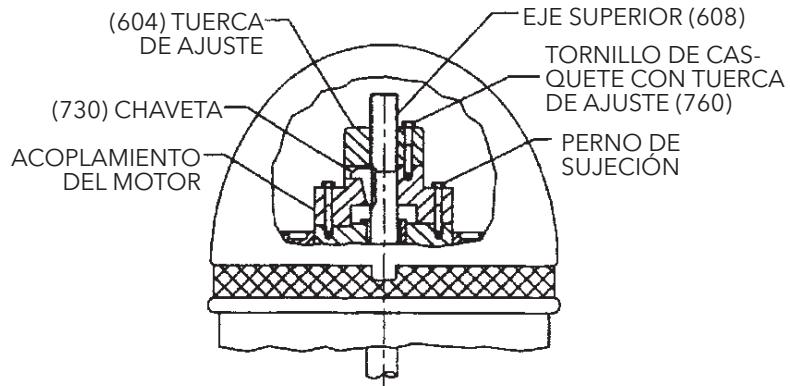

Figura 12
- En la Figura 12 se muestra el mecanismo de accionamiento de un motor eléctrico de eje hueco. El eje superior (608) se extiende a través del eje hueco del motor eléctrico y se mantiene en su lugar por una tuerca de ajuste (604), que no solo recibe todo el empuje estático e hidráulico de los impulsores y del eje, sino también permite ajustar los huelgos del impulsor. El eje superior se conecta al eje de saliente por un acoplamiento roscado o un acoplamiento de bridas rígidas.
- Después de bajar y colocar el motor eléctrico como se explicó arriba, quite su acoplamiento y los pernos de sujeción (ver Figura 12). No olvide de marcar la posición del acoplamiento antes de quitarlo.